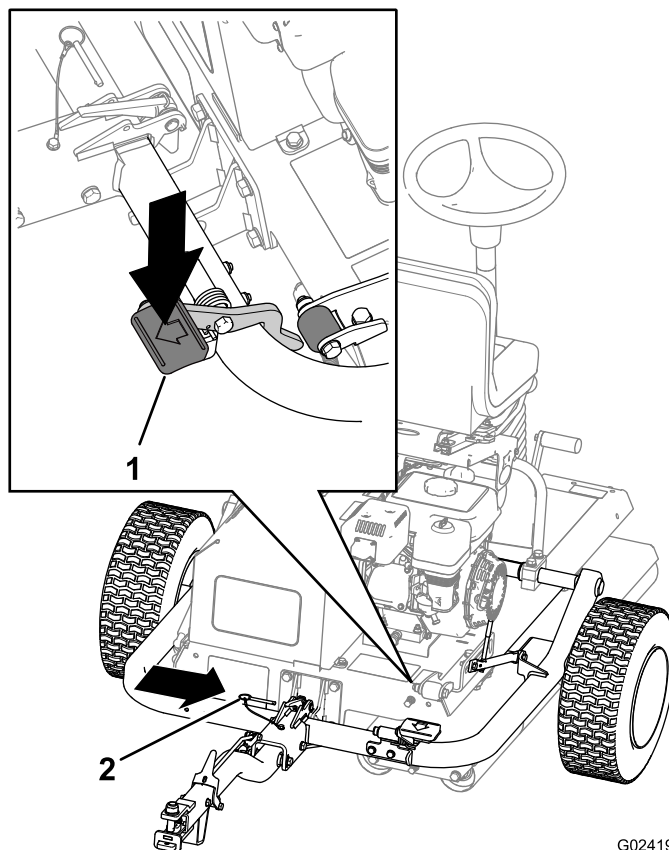

Bild 7
- Treten Sie auf das Anbauvorrichtungspedal, bis die Anbauvorrichtung einrastet (Bild 7).
- Stecken Sie den Arretierbolzen ein (Bild 7).